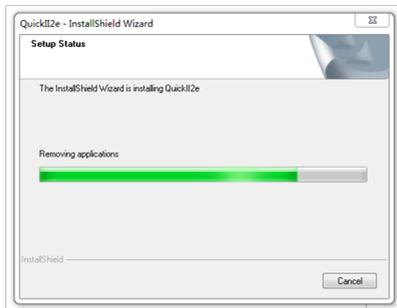

图 1.6
- 若用鼠标左键单击 (Install) 按钮, 则进入安装界面, 如图 1.6 所示。
5、安装程序开始进入自动安装步骤, 如图 1.6 所示。这时如果想退出, 请按 (Cancel) 按钮。